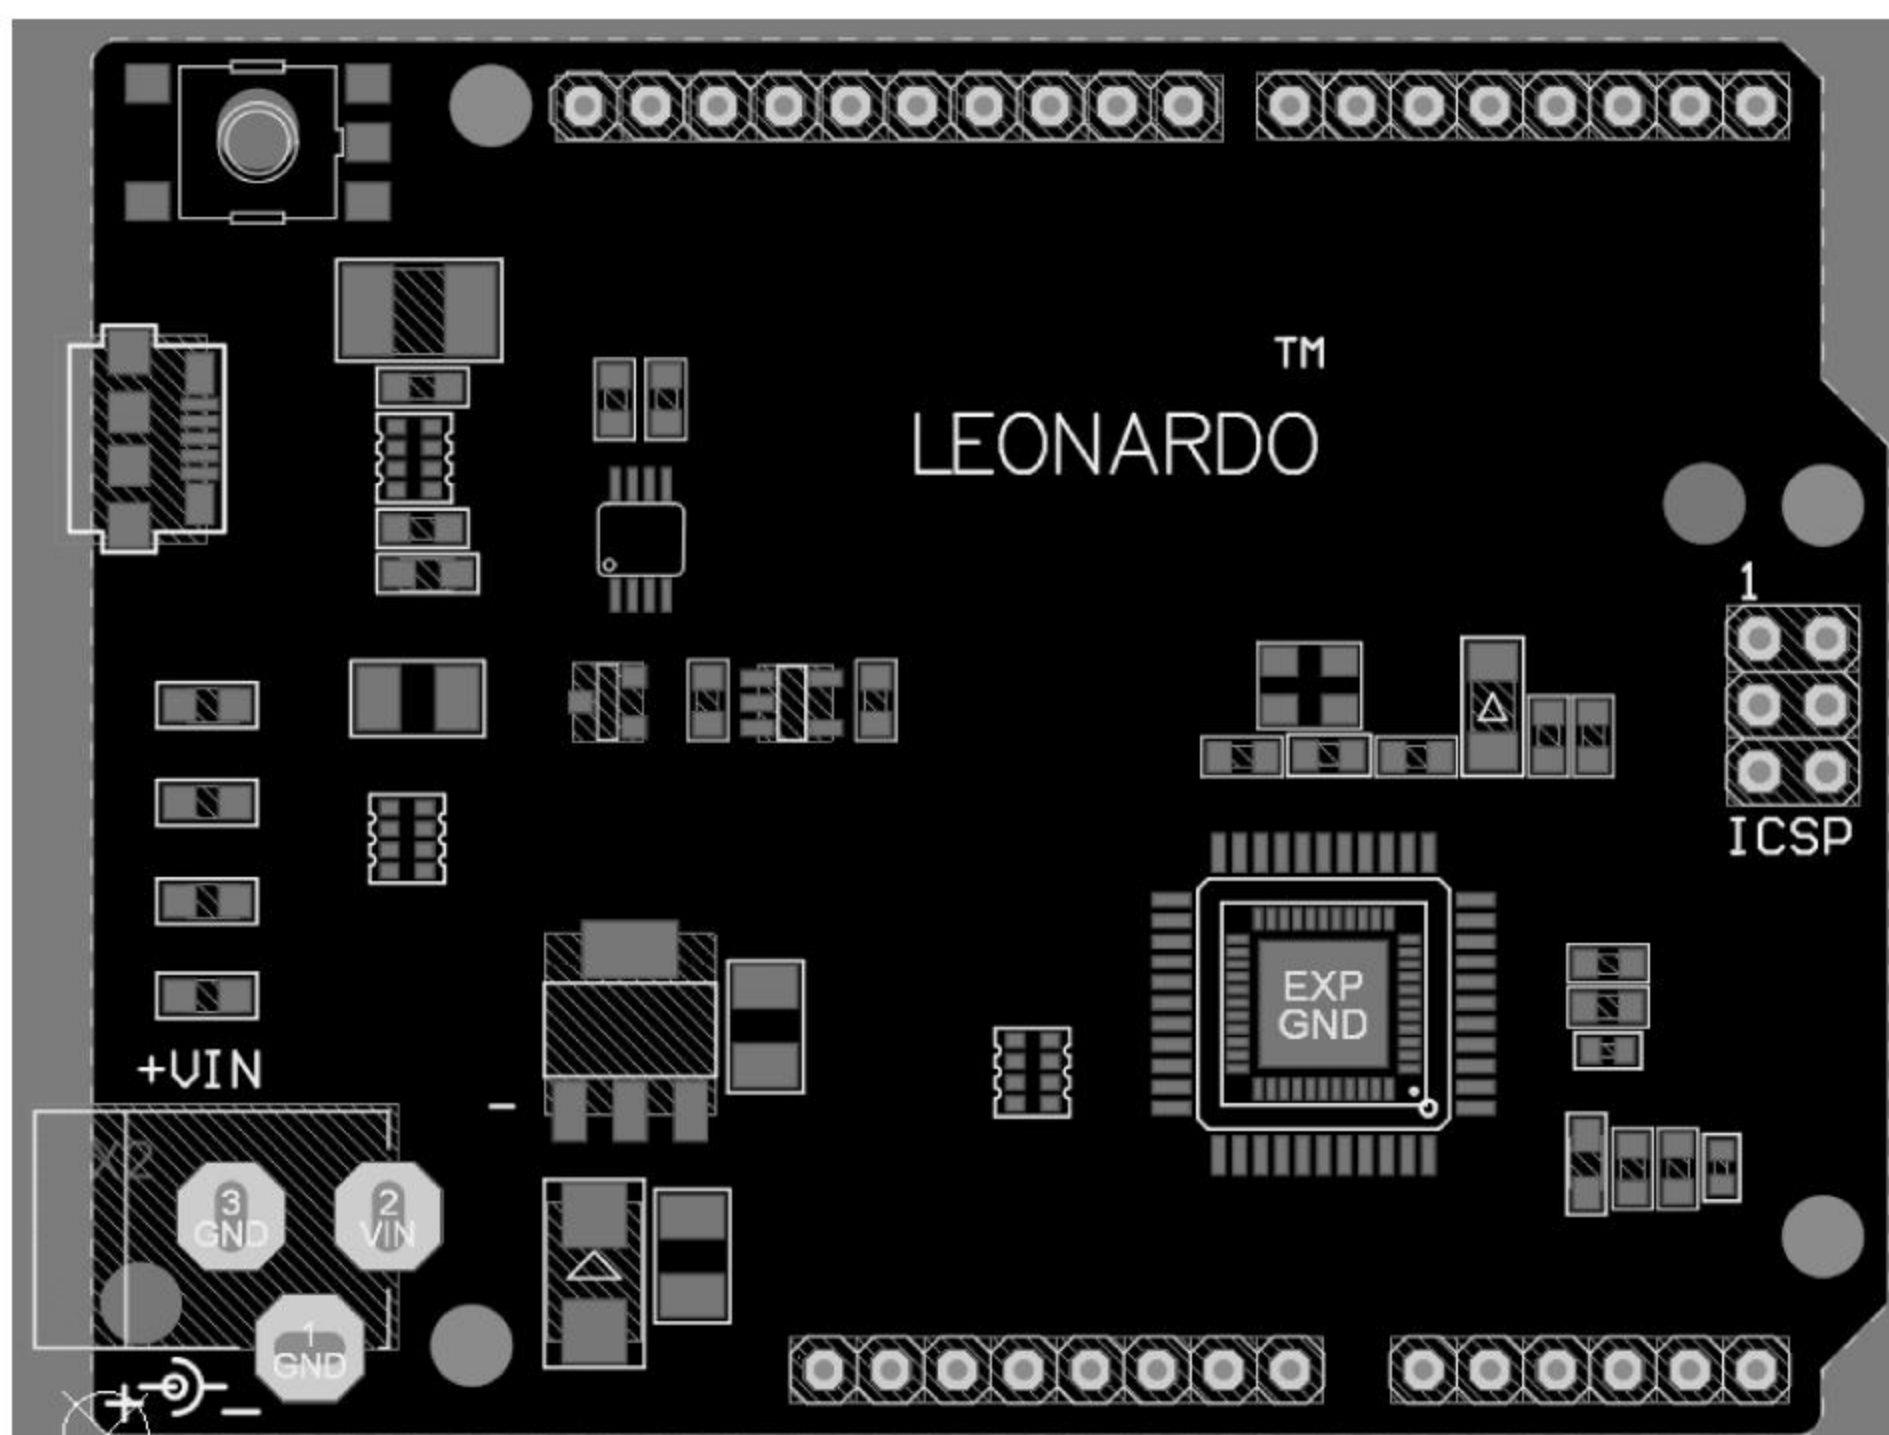

图 7-15 完成 PCB 布局
(3) 结合交互式布局和模块化布局,完成整板的 PCB 布局,如图 7-15 所示。布局的时候须遵循以下基本原则: